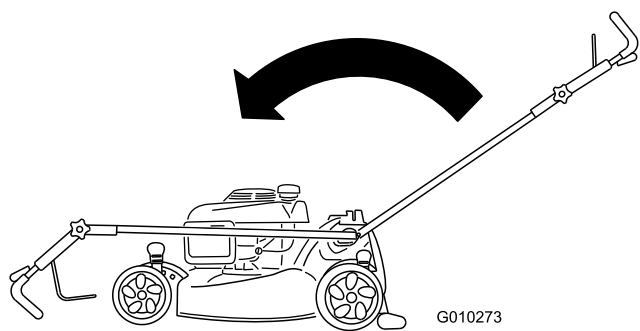

Рисунок 52
2. Поверните рукоятку вперед до отказа и ослабьте головку верхней части рукоятки (Рисунок 52).